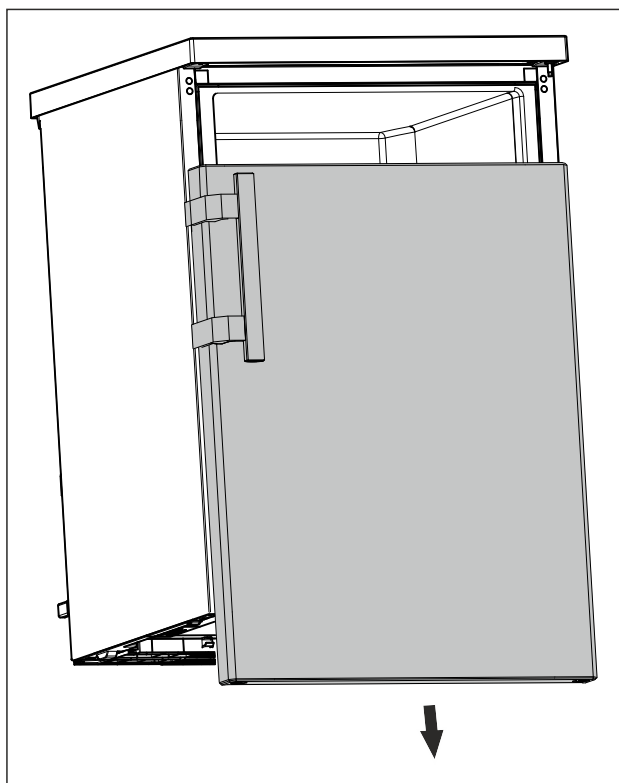

Fig. 9
- ▶ Sejměte dvířka směrem dolů. (viz Fig. 9)